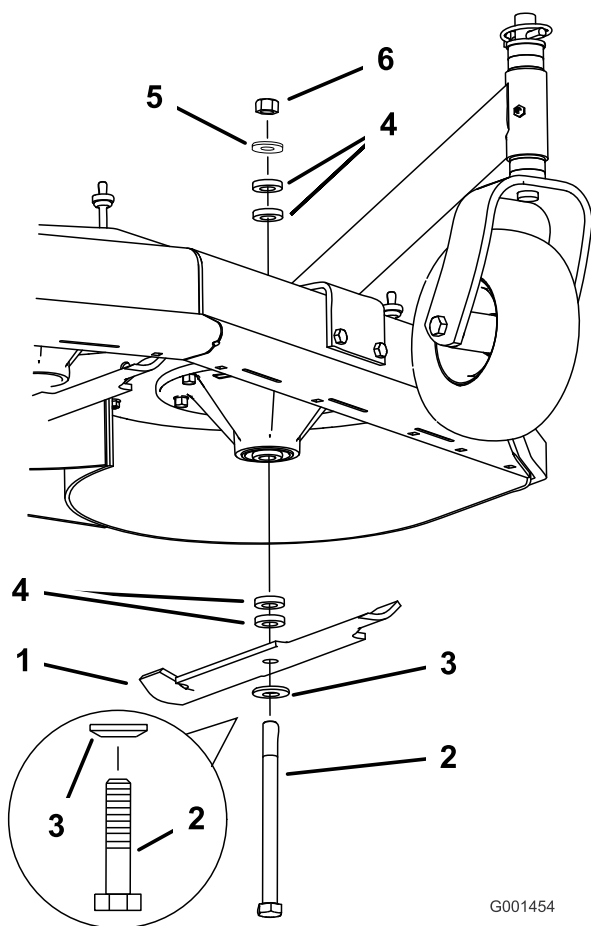

Figura 57
2. Retire la tuerca, el perno de la cuchilla, la arandela curva, la cuchilla, los espaciadores, y la arandela fina del eje (Figura 57).
1. Instale la arandela curva y luego la cuchilla en el perno. Seleccione el número correcto de espaciadores para la altura de corte deseada, y deslice el perno dentro del eje (Figura 57).